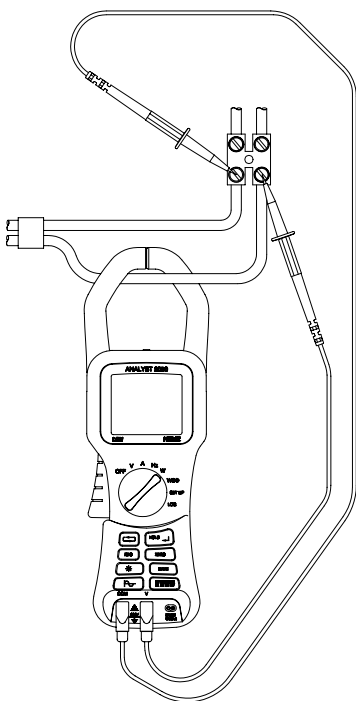

Fig. 4
- Appuyer sur la poignée pour ouvrir les mâchoires et placer la pince sur le conducteur de courant, comme illustré dans la Fig. 4.
- Si elle est configurée pour mesurer la puissance (Fig. 4), avec les câbles de mesure connectés et les mâchoires entourant un conducteur en charge, la pince affiche la fréquence du courant mesuré (sous réserve que ARMS > 10A). Si la ARMS < 10A, une mesure de la fréquence de tension est effectuée (si VRMS > 1V), autrement, ---.- est affiché.